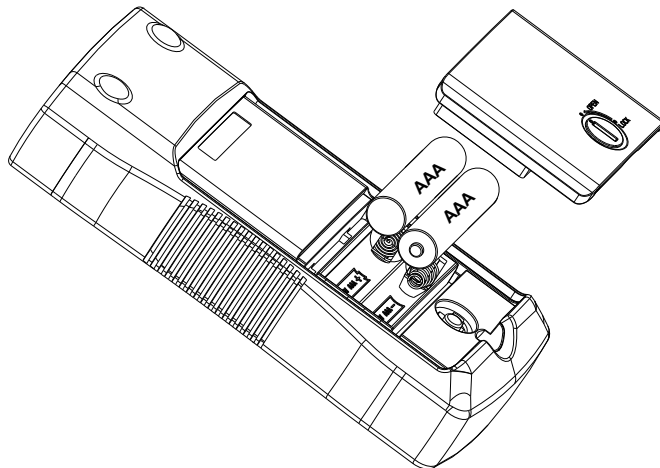

Rysunek 5.1: Wymiana baterii odbiornika
4. Wymień baterie, jak pokazano na Rysunek 5.1. Ustaw bieguny baterii, zgodnie z oznaczeniami we wnęce baterii.